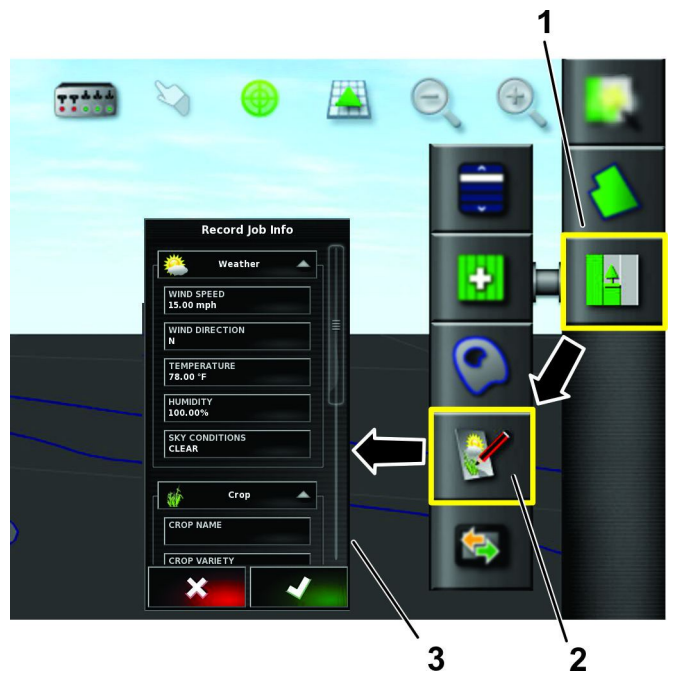

图 86
1. 按作业图标 图 86。
2. 按记录作业信息图标 图 86。